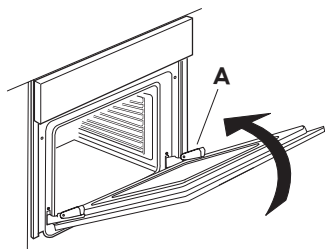

fig. 2
3. Stäng luckan till spärren (A), lyft den (B) och vrid runt den (C) tills den lossnar (D) (fig. 2, 3, 4).